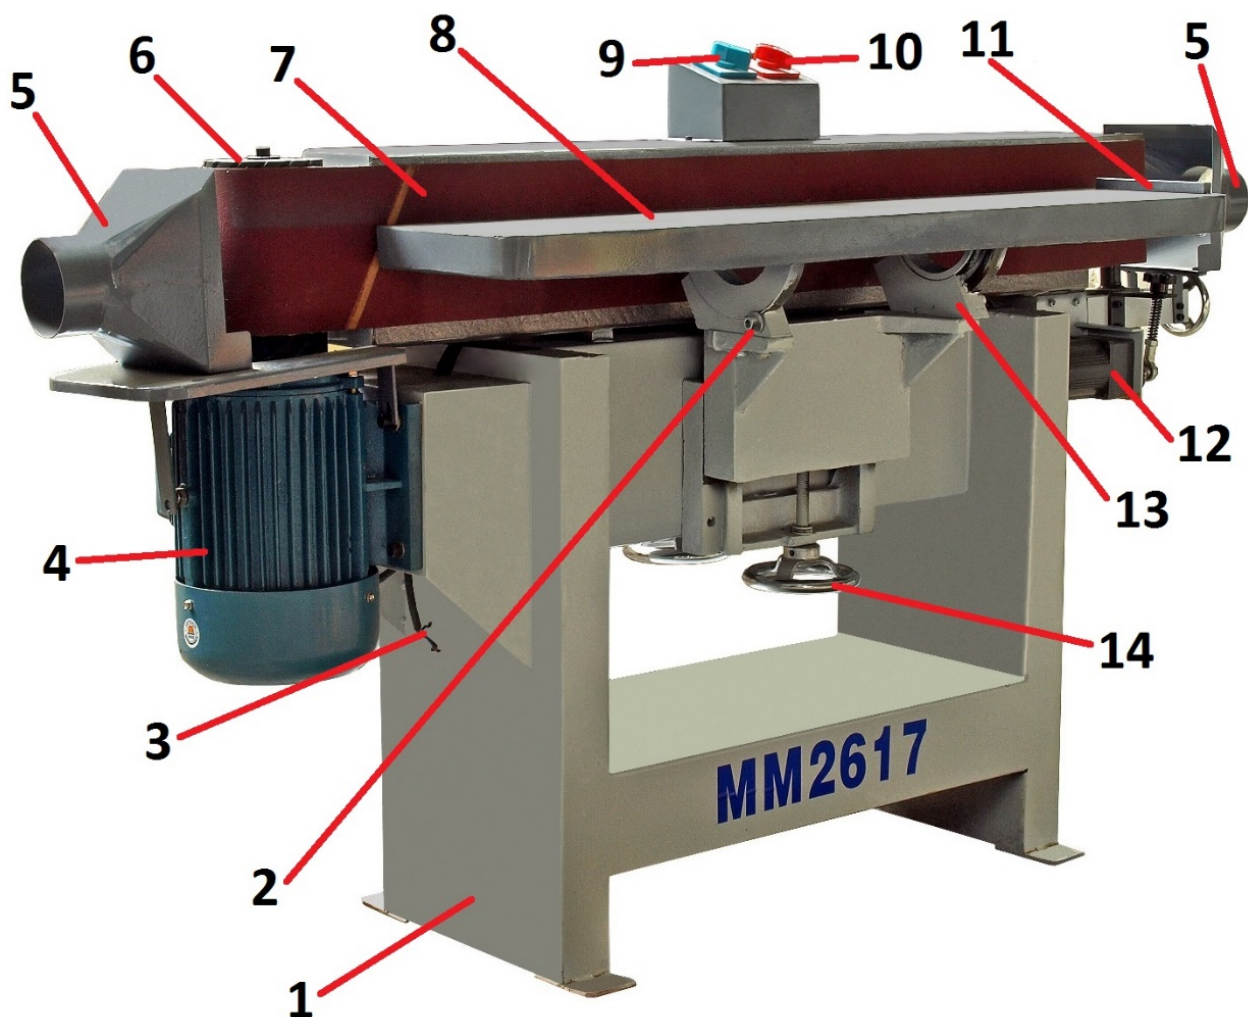
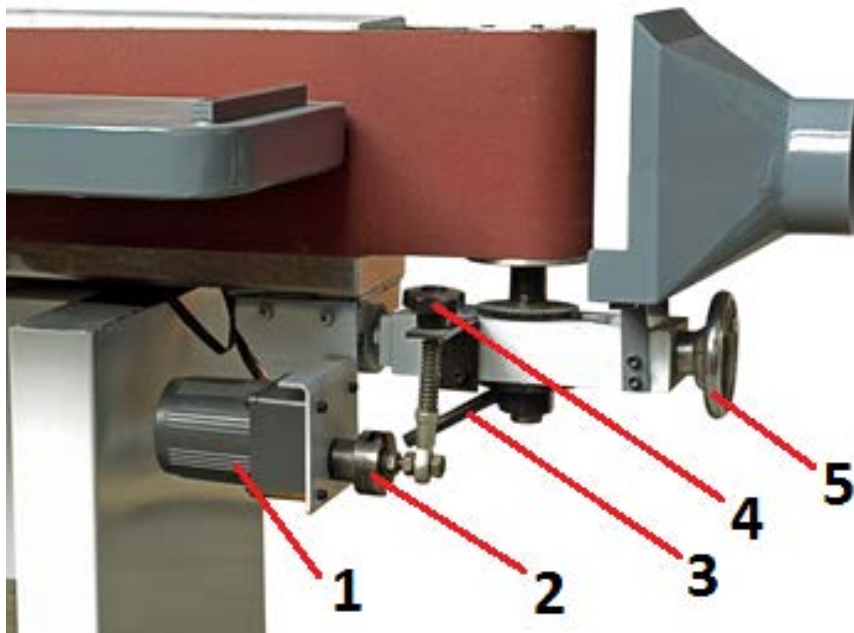

Рис. 1.1 Принципиальное устройство станка
Рис. 1.2 Принципиальное устройство станка
Станок поставляется в упаковке частично разобранным - со снятыми патрубками подсоединения аспирационной системы (поз. 5 рис. 1.1) и корпусом переключателей (поз. 9, 10 рис. 1.1).
После установки станка на выбранное место прикрепите его к месту установки. После закрепления станка установите на него патрубки подсоединения аспирационной системы (поз. 5 рис. 1.1) и корпус переключателей (поз. 9, 10 рис. 1.1).
Перед подсоединением станка к электрической сети переведите переключатели (поз. 9, 10 рис. 1.1) в выключенное положение «0».
4. Переведите переключатели (поз. 9, 10 рис. 1.1) в выключенное положение «0».
7. Переведите переключатель (поз. 9 рис. 1.1) во включённое положение «I». Переведите переключатель (поз. 10 рис. 1.1) во включённое положение «I».
При выявлении нехарактерных для станка шумов, скрежета, запаха гари немедленно переведите переключатели (поз. 9, 10 рис. 1.1) в выключенное положение «0» и отсоедините станок от электрической сети.
При шлифовании заготовки шлифовальной лентой (поз. 7 рис. 1.1) всегда располагайте заготовку плотно к упору (поз. 11 рис. 1.1).
- ослабьте натяжение шлифовальной ленты (поз. 7 рис. 1.1) – вращением маховика (поз. 5 рис. 1.2) против часовой стрелки;
- замените шлифовальную ленту (поз. 7 рис. 1.1). Стрелка на не рабочей стороне шлифовальной ленты должна совпадать со стрелкой на корпусе;
- натяните шлифовальную ленту (поз. 7 рис. 1.1) – вращайте маховик (поз. 5 рис. 1.2) по часовой стрелке.